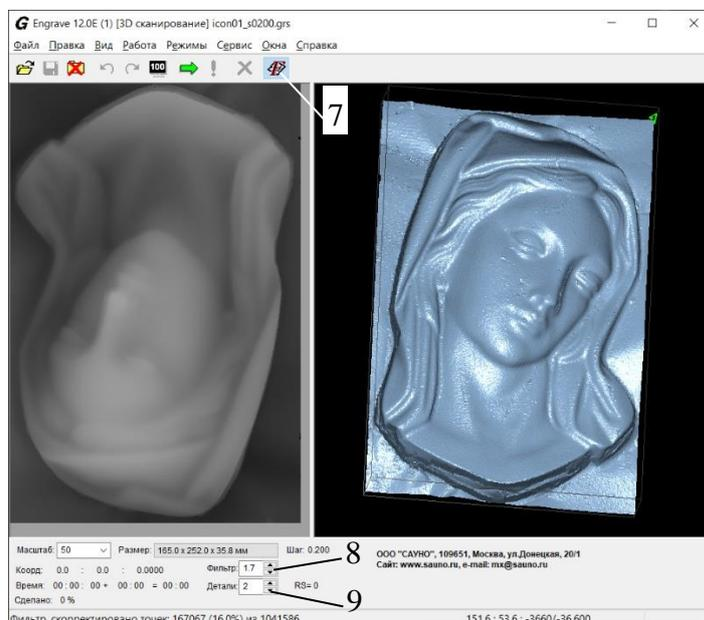

Рис.6.3. Экран программы *Engrave* после окончания 3D-сканирования (с фильтром)
* Параметр «Детали» в нижней панели *Engrave* рис.6.3 поз.9 регулирует степень детализации при просмотре 3D-вида модели. Чем больше число, тем меньше деталей, при этом операции с 3D-видом выполняются быстрее, что важно для «медленных» компьютеров. Изменение детализации влияет только на просмотр и не влияет на качество 3D-модели.